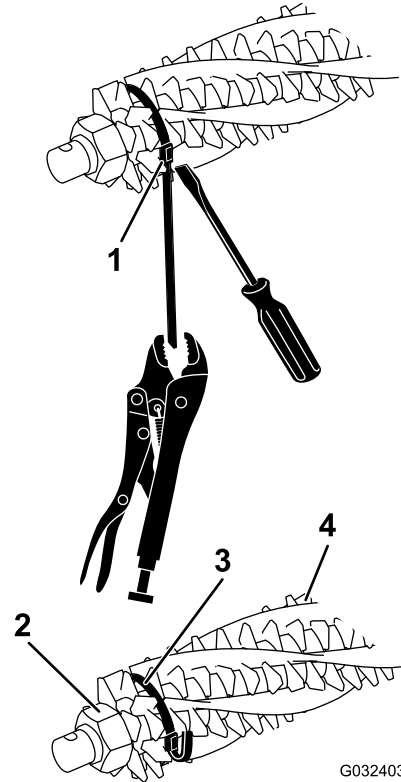
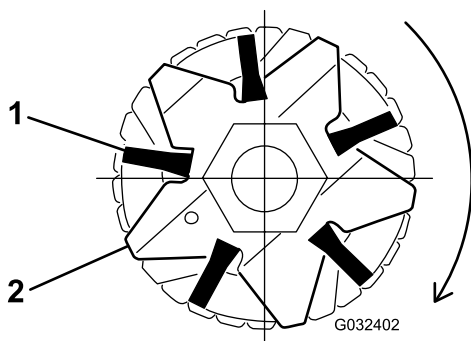

图16
图18
2. 拧松疏草刀轴两端的疏草刀刀片锁紧螺母 图16。
4. 检查刷子是否固定到疏草刀刀片插槽中 图16 和 图18。
5. 宽松地缠绕箍带如图16所示绕着疏草刀滚刀轴和刷子将箍带插入刷子的凹槽中图18。
注意 如果清扫机刷子未适当放入刀片插槽请拧松疏草刀轴两端的疏草刀刀片锁紧螺母在刀片插槽中适当调整清扫机刷子的位置然后再拧紧疏草刀刀片锁紧螺母 图16。
7. 在沿着箍带扣推动螺丝刀时使用大力钳抓住箍带拉紧箍带直至其锁定到刷子凹槽中 图16。